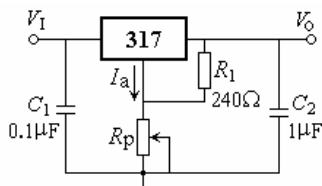

图 4 LM317 稳压电路
- 13、直流稳压电源实训中， LM317 稳压电路如图 4 所示，电位器 R_p 的作用是_____